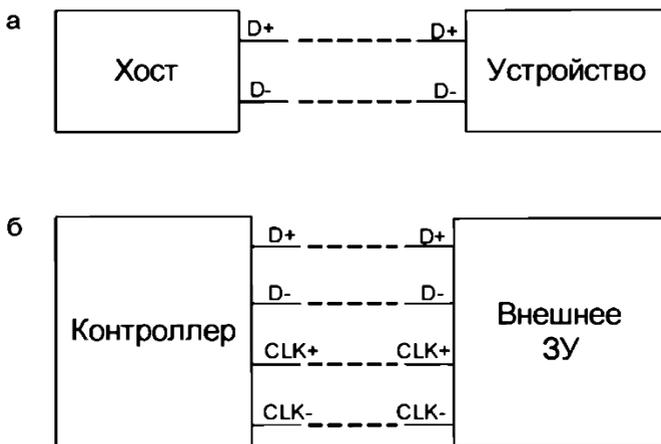

Рис. 14. Схемы:
**Временное согласование** - асинхронная дифференциальная передача данных с произвольными интервалами времени и нестрогими требованиями ко времени ожидания (появления информации). Для сравнения приведем определение синхронной передачи данных: это передача, в которой каждый бит сопровождается (синхронизируется) тактовым сигналом. На рис. 14 показаны схемы асинхронной дифференциальной передачи (шина USB) и синхронной дифференциальной передачи.